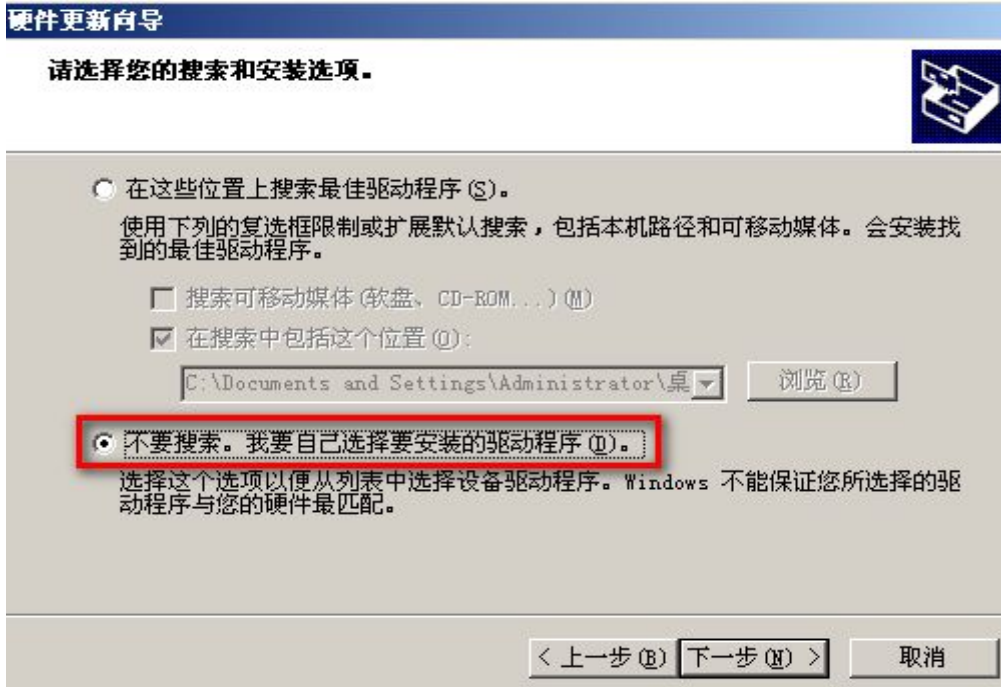

图 2-2
- 选择驱动文件。选择“不要搜索，我要自己选择要安装的驱动程序”，点击“下一步”，如图 2-2